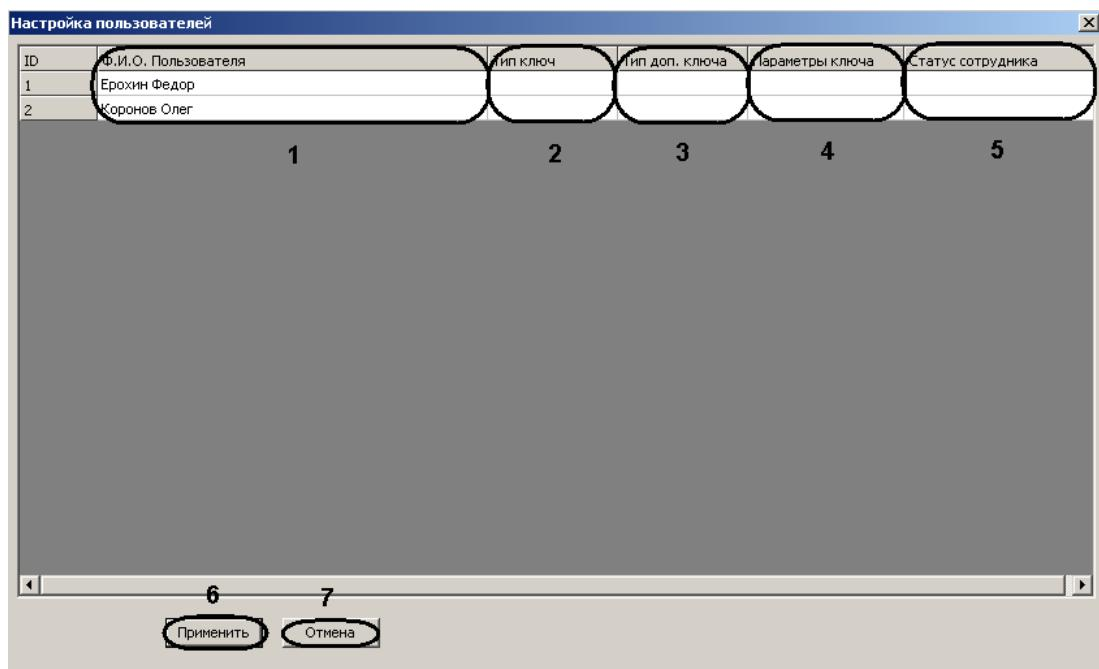

Рис. 3.3—22 Настройка пользователей
Примечание. В столбце **Ф.И.О. Пользователя** указаны пользователи, созданные в ПК ACFA Intellect (см. Рис. 3.3—22, 1).
3. Для каждого пользователя выбрать тип ключа в соответствующем столбце (см. Рис. 3.3—22, 2).